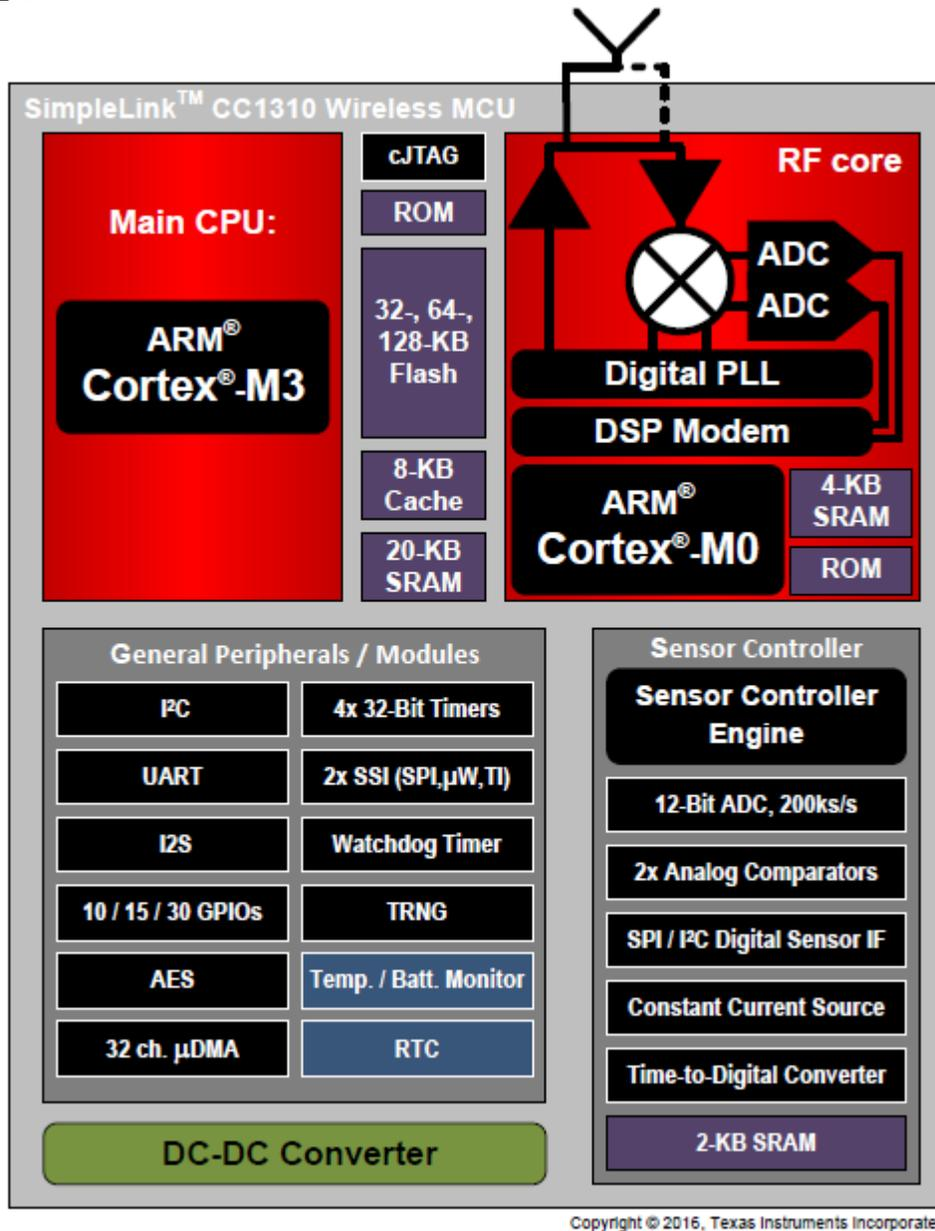

图 1 CC1310 的系统框图
德州仪器 (TI) CC1310 是一款面向 Sub-1G 频段应用的超低功耗无线 SoC；是高度集成、真正的单芯片的解决方案，包括了一颗高性能 RF core、ARM cortex-M3 处理器、传感器处理引擎、电源管理以及丰富的外设资源。系统框图如图 1 所示。详细资料请参考产品规格书【1】。